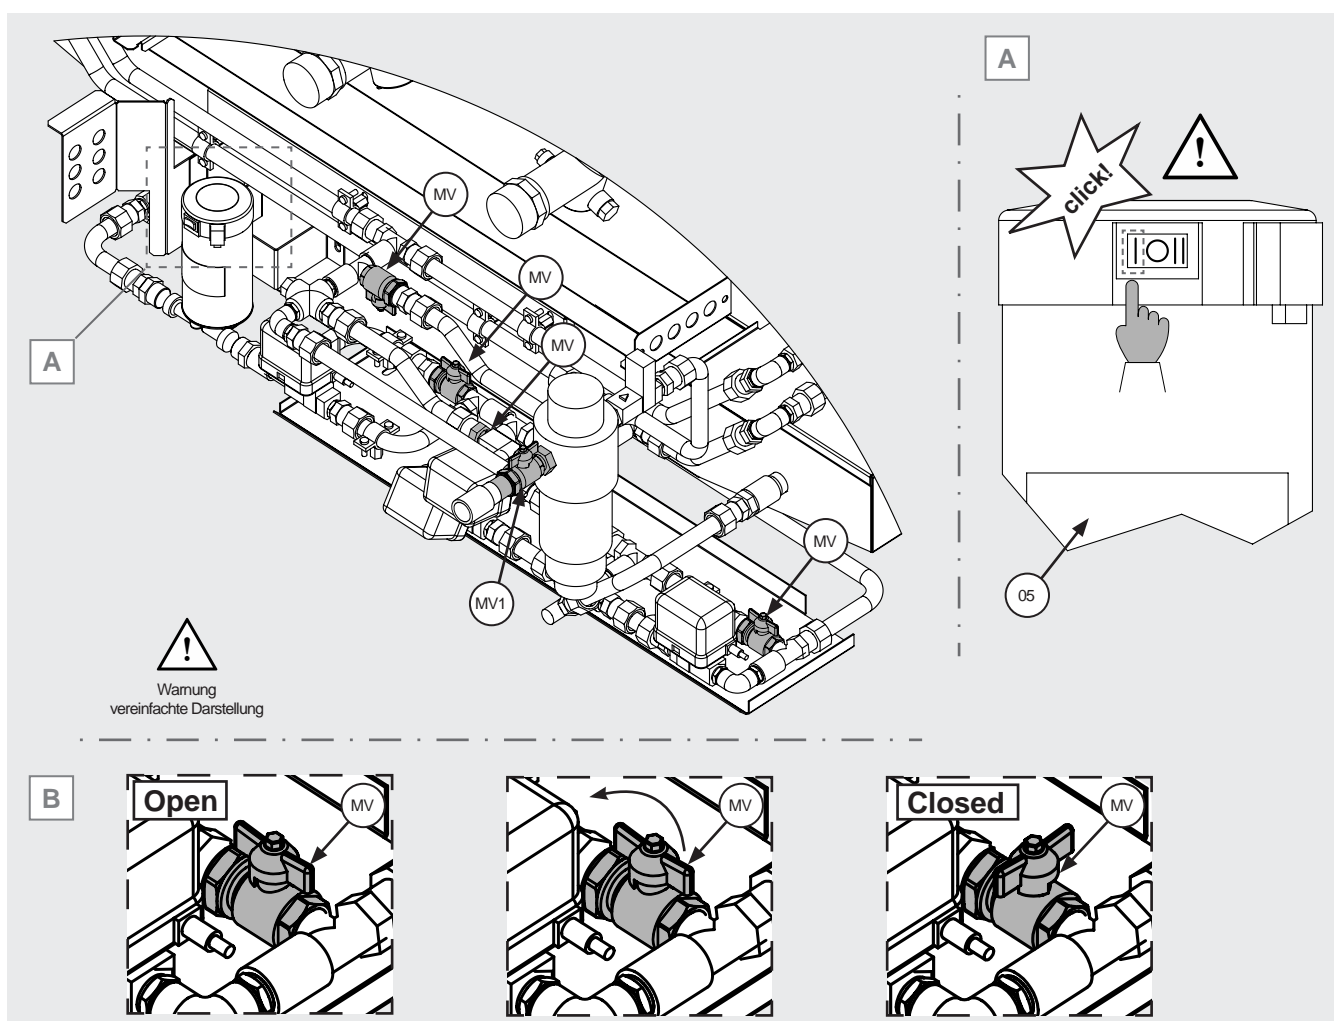

Abbildung 17
- 10.14 Manuelles Ventil (MV1) am Wassereingang geöffnet, übrige manuelle Ventile (MV) geschlossen, siehe Abbildung 17 B.
- 10.17 Prüfen Sie, ob der Schalter der Rückgewinnungspumpe (05), falls vorhanden, auf I steht. Siehe Abbildung 17, Detail A.